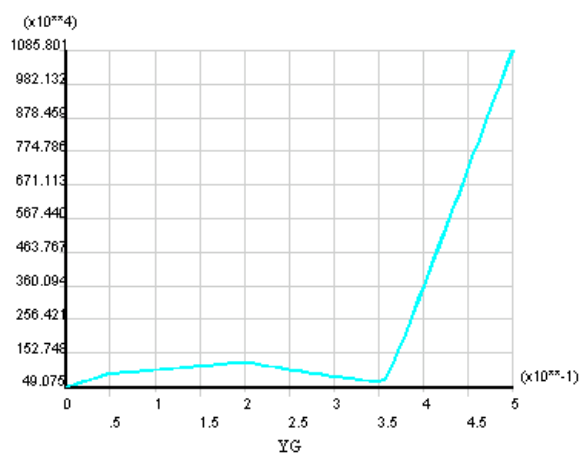

图6.43 改变横坐标数据项
(2) 在【X-axis variable】列表框中选择【YG】，单击【OK】按钮即可。得到的数据曲线如图 6.43 所示。